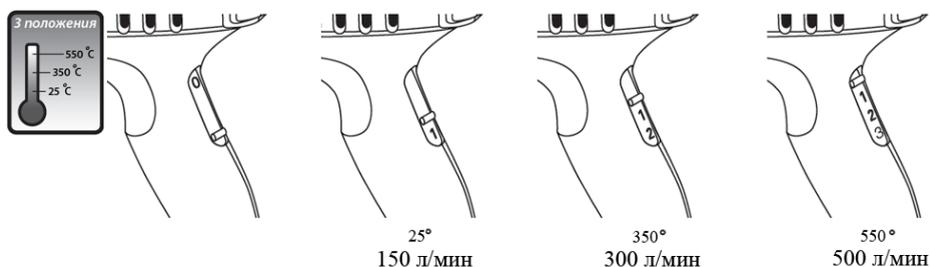

рис. 2
4.2 Зная вид предстоящей работы и оценив материал заготовки, включайте инструмент в необходимом режиме (см. рис.2):